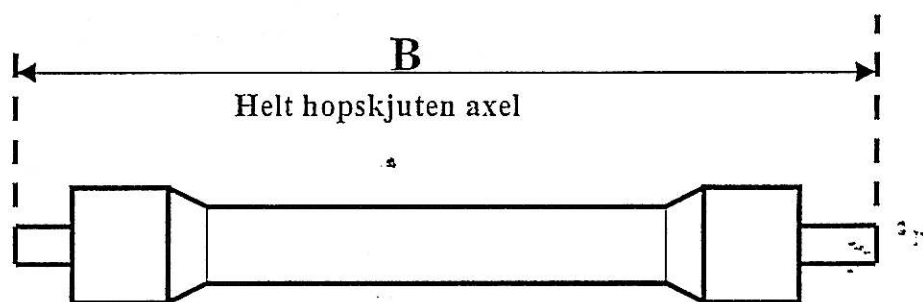

FIG 2
- o Mät upp K-axelns längd enl.fig.2 *Mått B*.